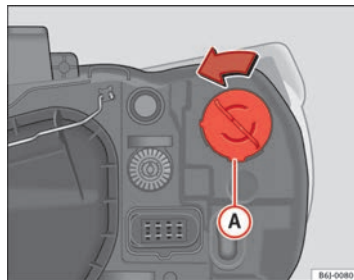

Fig. 144 Luz indicadora de mudança de direcção farol simples
- Rode o porta-lâmpadas ⇒ Fig. 144 Ⓐ para a esquerda e puxe.